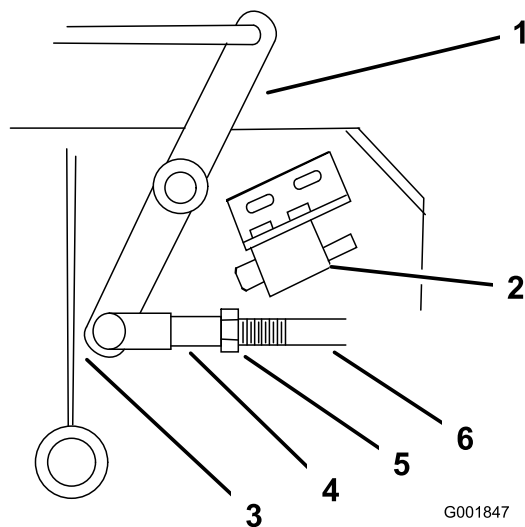

Figura 47
4. Regolate la lunghezza della tiranteria fino a portarla al punto in cui la leva a squadra di discosta dal raccordo del supporto dell'asse (Figura 47).
9. Allentate il dado contro la forcella (Figura 47).